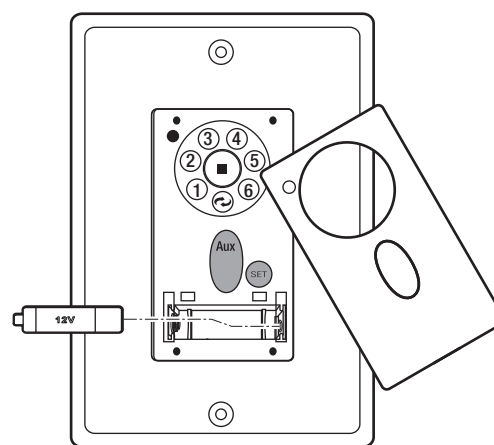

Figure 20
Retirez le panneau de l'émetteur, puis installez une batterie 23A/12V (incluse). Pour éviter d'endommager l'émetteur, retirez la batterie si elle n'est pas utilisée pendant de longues périodes. (Fig. 20)
3. Dans les 30 secondes suivant la mise sous tension, appuyez et relâchez le bouton "SET" pendant cinq secondes pour accéder à la fonction d'apprentissage. Le voyant vers le bas de votre ventilateur, le cas échéant, clignotera deux fois et le ventilateur commencera automatiquement à fonctionner et commencera à tourner dans le sens inverse des aiguilles d'une montre et au régime le plus élevé pendant 1 minute. Lorsque la rotation dans le sens inverse des aiguilles d'une montre est terminée, le ventilateur s'inversera automatiquement dans le sens des aiguilles d'une montre au régime le plus élevé pendant 1 minute. Le ventilateur s'éteindra une fois le test d'auto-étalonnage terminé. Le test total d'auto-étalonnage durera environ 2 minutes. (Fig. 20)